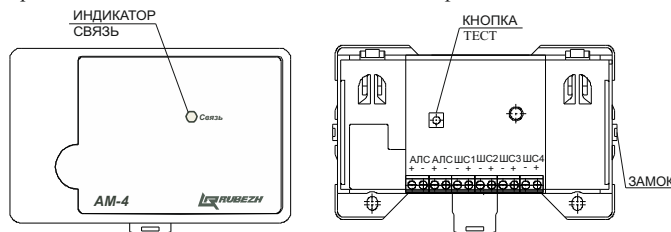

Рисунок 1
5.2 Адресная метка представляет собой конструкцию (Рисунок 1), состоящую из корпуса, внутри которого размещена плата с радиоэлементами, обеспечивающая обработку сигналов со шлейфов сигнализации. На плате установлены клеммные контакты для подключения адресной метки к АЛС и для подключения шлейфов сигнализации.
7.5 Для конфигурирование адресной метки, подключенной к АЛС, начальный адрес которого неизвестен, необходимо зайти в меню прибора, выбрать пункт **Настройка (Конфигурация) => Сервис => Адресация устройств** и нажать кнопку **ТЕСТ** на адресной метке (Рисунок 1). На экране прибора откроется меню параметров адресной метки: